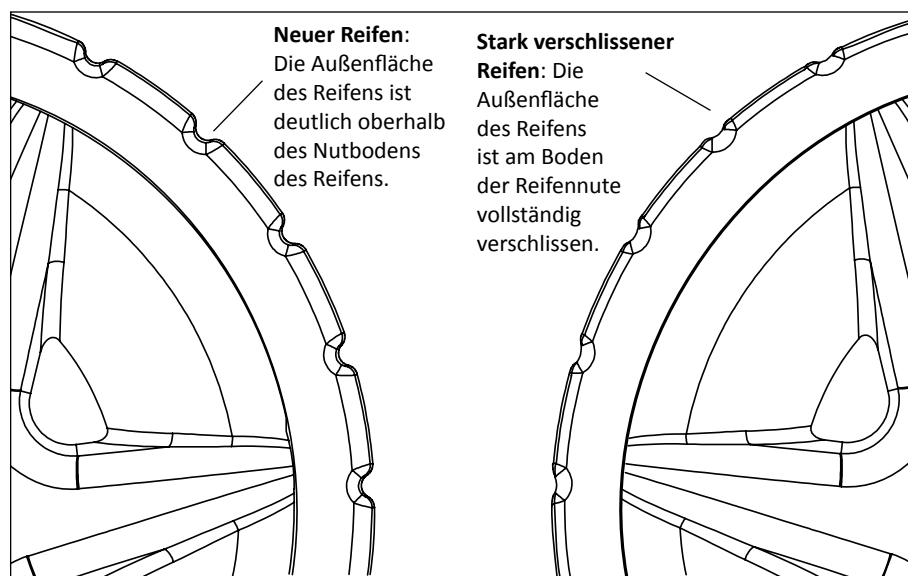

Abbildung 18: Reifenverschleiß - Vergleich
- Die Reifen sind nicht stark verschlissen. Siehe **Abbildung 18** auf der nächsten Seite.
Nach längerer Verwendung müssen die Gummiräder des selbstansaugenden **BLUEREBEL™**-Poolreinigers möglicherweise ausgetauscht werden. Wenn die Reifen bis auf die Nute abgerieben sind, müssen die Reifen ausgetauscht werden. Siehe **Abbildung 18**.